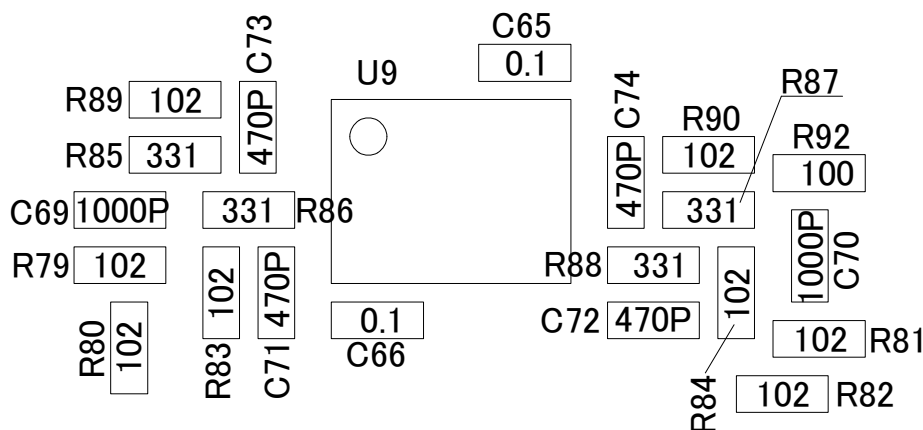

図1. U9周辺の部品実装
②部品を実装します。
- ・U9 (OPA1632) 周辺は図1を参考に部品を実装してください。